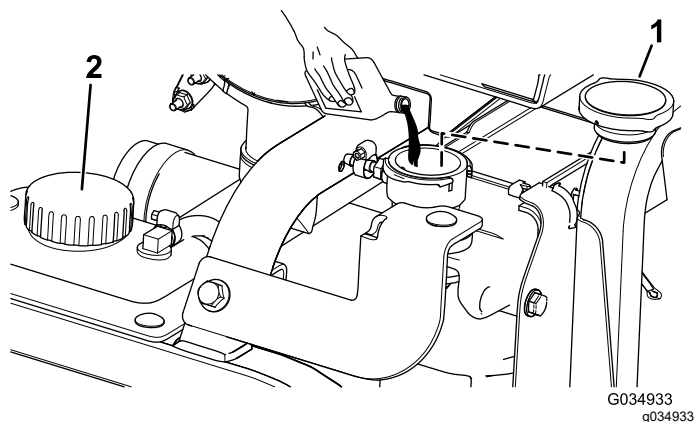

Figure 124
5. Remplissez le radiateur de liquide de refroidissement jusqu'à ce que le niveau atteigne le rebord de l'orifice de remplissage (Figure 124).